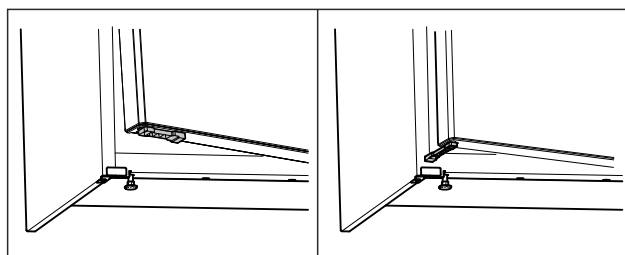

Fig. 56 \*
- ▶ Vrid dörröppningsbegränsare i 90°. (se Fig. 56) \*